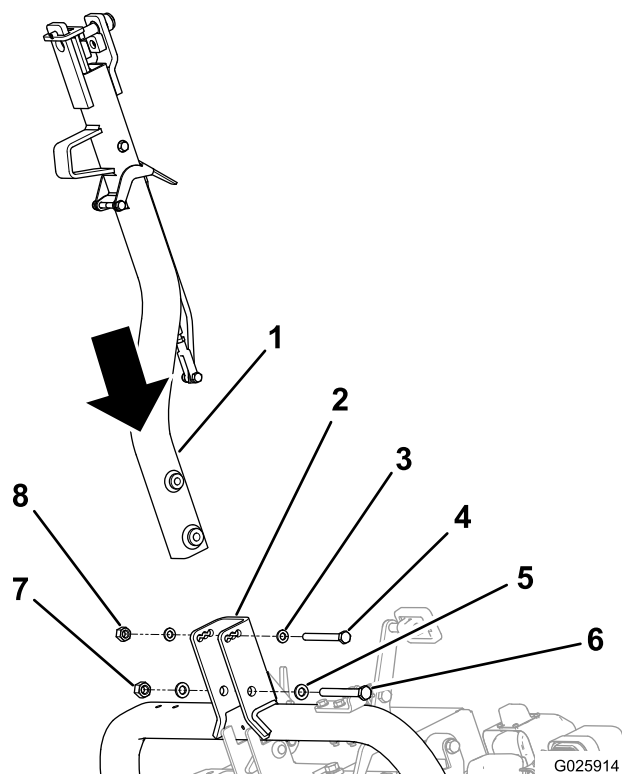

図4
1. ヒッチを、ヒッチピボットブラケットに接続し、適切に固定する 図4を参照。